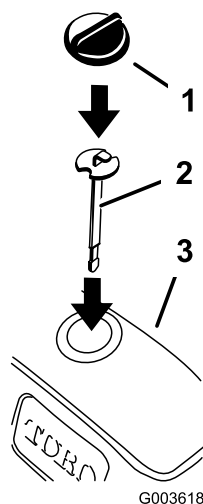

Figura 37
3. Introducei joja i verificai nivelul uleiului hidraulic (Figura 37).